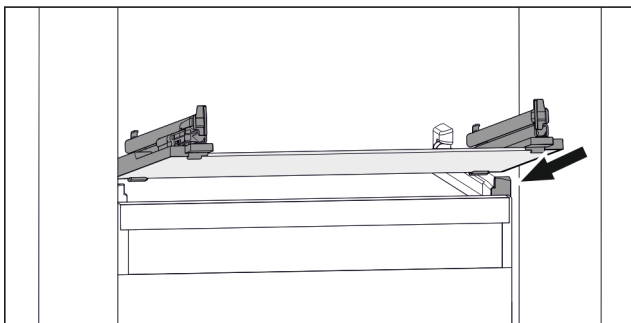

Fig. 119 Rappresentazione esemplificativa del ripiano in vetro
- Applicare il ripiano in vetro obliquamente dietro i fermi. (vedere Fig. 119)